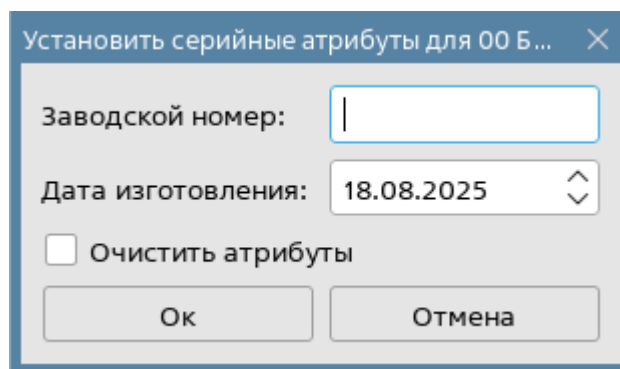

Рисунок 4.6 – Окно «Установить серийные атрибуты»
– изменить атрибуты – операция используется для изменения атрибута ТЭЗ/блока, выделенного в списке учета. Операция проводится в отдельном диалоговом окне (см. рисунок 4.6).